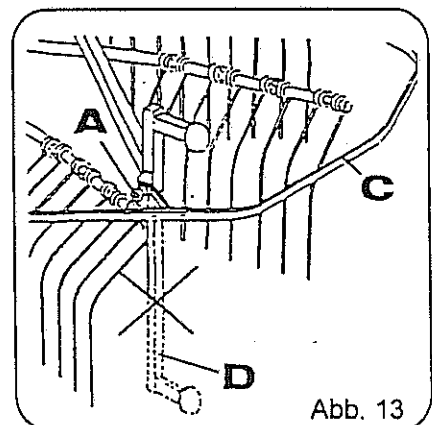

Abb. 13
Die abnehmbare Abstellstütze wird nur für das Abstellen in Transportstellung benötigt und muß vor Arbeitsbeginn unbedingt aus der Halterung genommen werden (Abb. 13, Pos. D). Hierzu vorher die Ringschraube falls vorhanden (Abb. 13, Pos. A) lösen. Den Schutzbügel wieder herunterklappen (Abb. 13, Pos. C) und mit der falls vorhandenen Ringschraube wieder arretieren (siehe Warmbildzeichen Seite 20, Pos. O).
- Schutzbügel herunterklappen (Abb. 13, Pos. C, siehe auch Warnbildzeichen Seite 20, Pos. O)
- Schutzkappen an den Zinkenenden entfernen (Abb. 13, Pos. G)